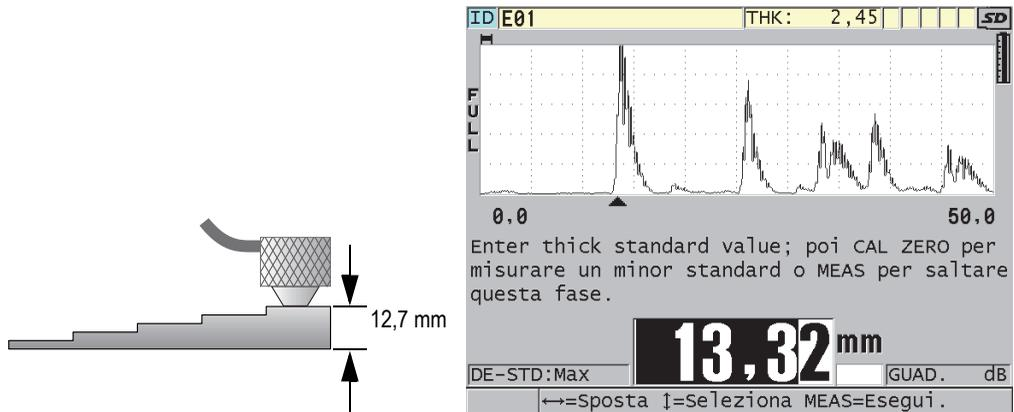

Figura 5-4 Calibratura della velocità di propagazione dell'onda sonora nel materiale mediante un blocco di calibratura da 5 spessori
1. Per effettuare la calibratura della velocità di propagazione dell'onda sonora nel materiale (vedere Figura 5-4 a pagina 80):